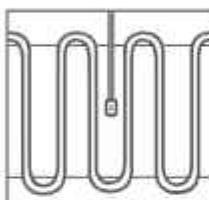
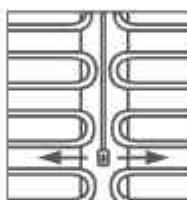
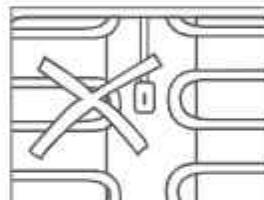

Рис. 17
Рис. 18
Рис. 19
- Расположите нагревательный мат относительно датчика температуры пола.** Проследите, чтобы датчик был расположен внутри нагревательного мата (рис. 17) или между двумя матами (рис. 18) на равном расстоянии относительно витков греющего кабеля. Не устанавливайте датчик температуры пола между витками нагревательного кабеля (рис. 19).